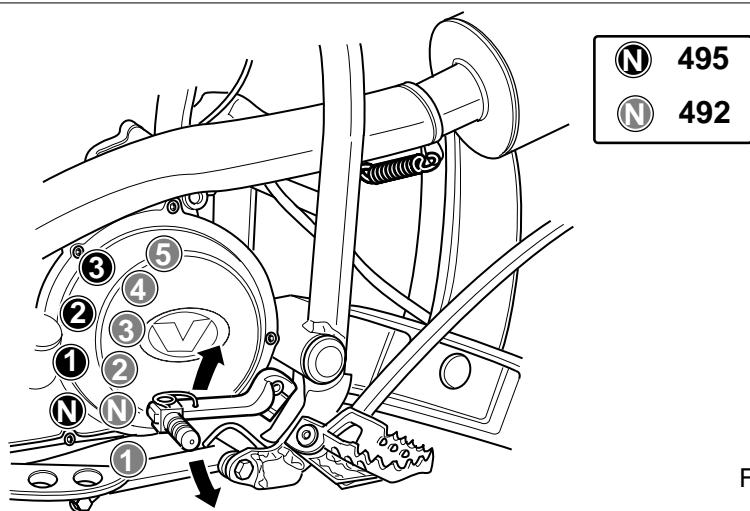

Fig. 2
Guida normale (Fig. 2)
4. Mettere in folle (N) con il pedale del cambio. Fig. 2.
Normal riding (Fig. 2)
4. Set the gearchange pedal to neutral (N) (Fig. 2).
Normaler Fahrbetrieb (Abb. 2.)
4. Den Gang mit dem Fußhebel auslegen (N) - Abb. 2.
Conduite normale (Fig. 2)
4. Avec le sélecteur, mettez au point mort (N), fig. 2.